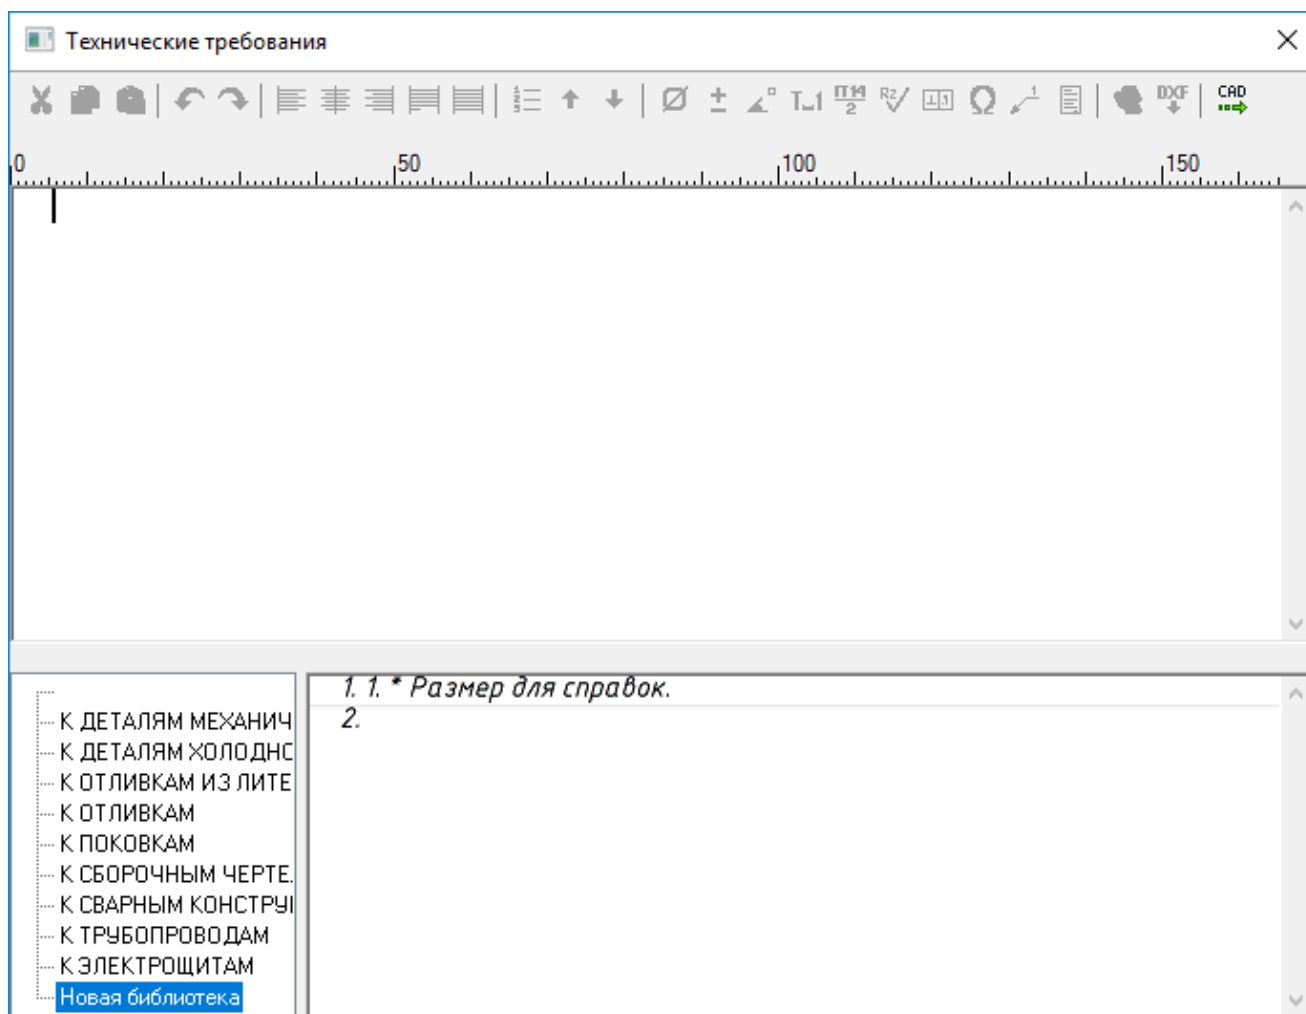

Рисунок 6-20
Установите курсор на вновь созданную библиотеку и в правой нижней части **Редактора технических требований** (Рисунок 6-20) сформируйте пункты типовых технических требований. Формирование пунктов технических требований производится путем их ввода с клавиатуры. При этом можно использовать вставку различных элементов (специальных символов, обозначение шероховатости и прочее) с помощью команд **Редактора технических требований** (п.6.11.2).
1. Указать библиотеку технических требований для выбора. Имя текущей библиотеки указано на панели, разделяющей **Редактор технических требований** (Рисунок 6-20). Для изменения текущей библиотеки установите курсор на требуемый элемент в дереве библиотек.